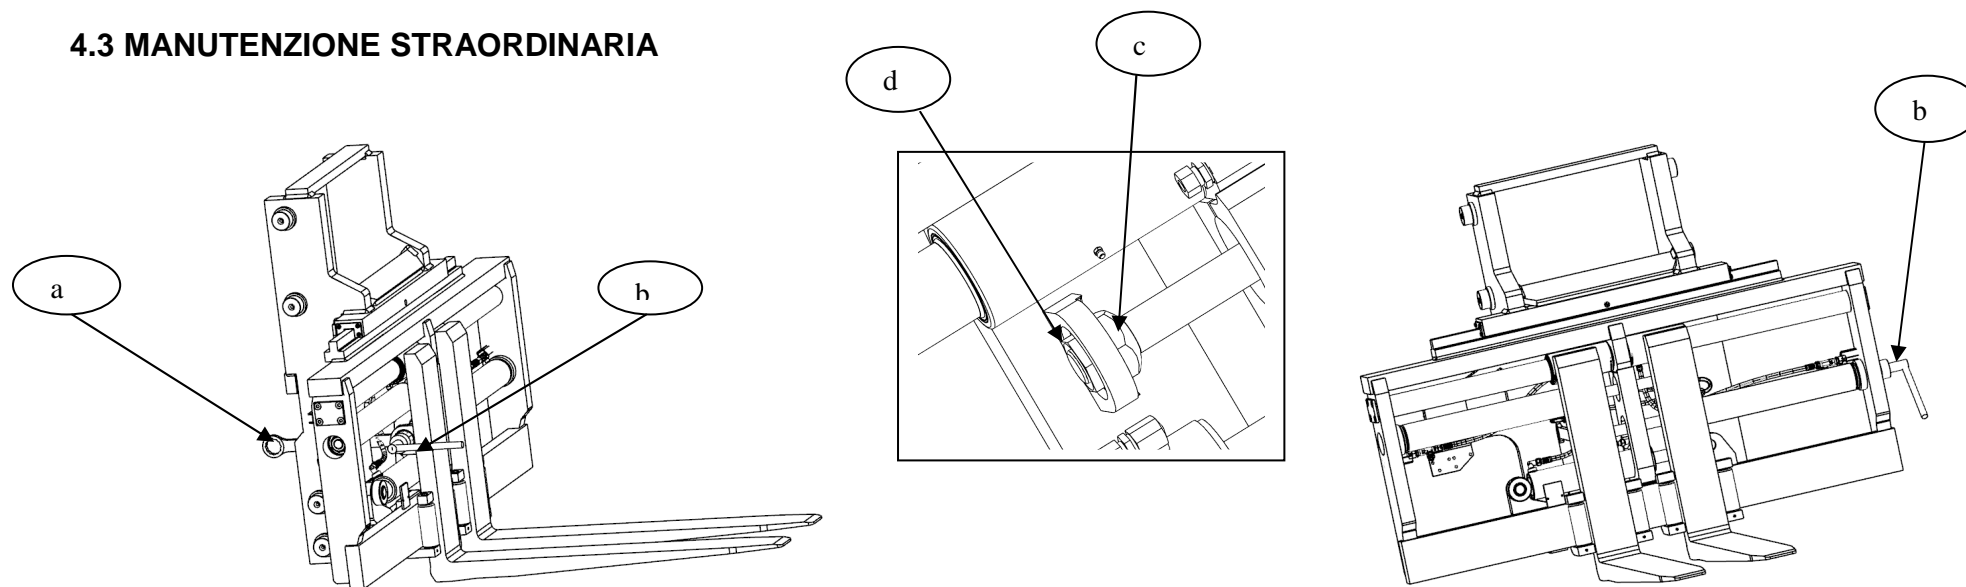

Fig 012
4.3.2 Smontaggio cilindro destro (vista cartellista) spostamento forca (Fig.012)
- Ruotare il cilindro come indicato dalla freccia in Fig.012 per sfilarlo dai perni .